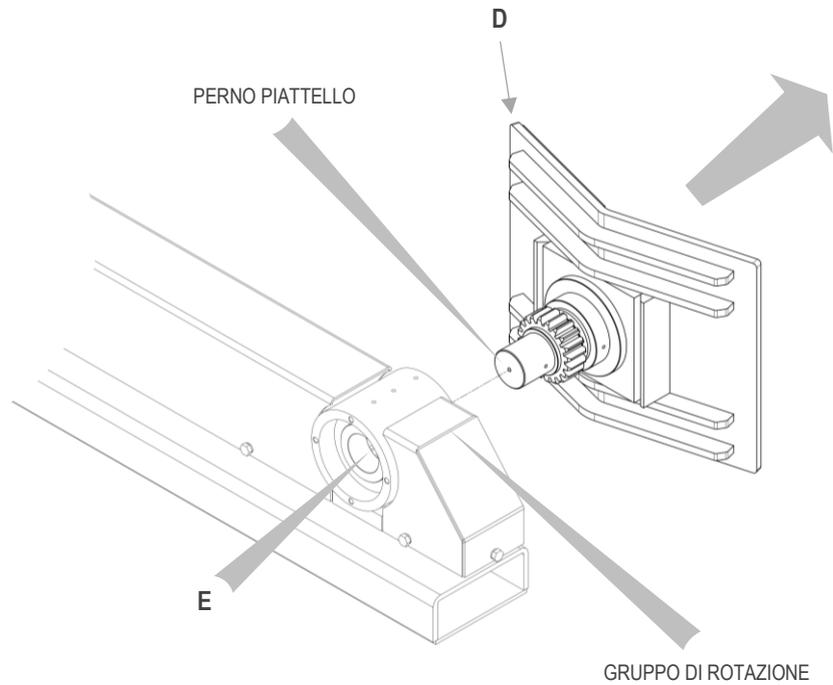

Figura 42
4. Rimuovere il piattello **D** sfilandolo dalla parte anteriore come indicato in Figura 42. Se si dovessero presentare difficoltà nello sfilare il piattello, tramite un martello gommato e un tondo in nylon di diametro inferiore rispetto al perno del piattello, martellare dal lato **E** come indicato in Figura 42